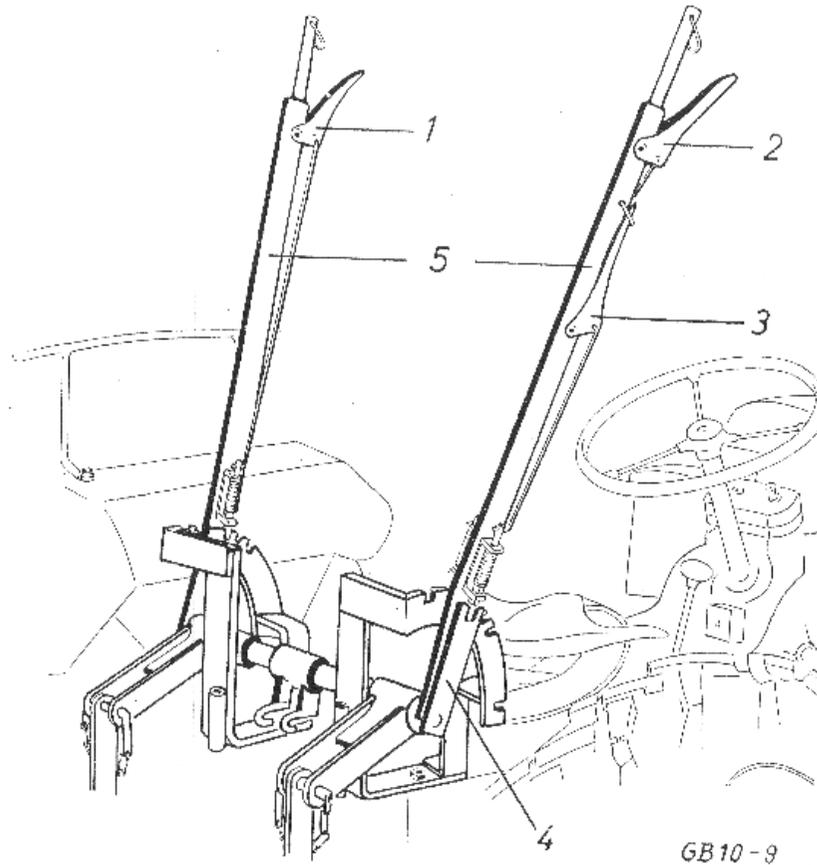

Abb. 5
E. Ausheben des Pfluges (s. Abb. 5)
Handhebel 3 wie gezeichnet angezogen und mit Drahring gesichert. Der Raststift von Handhebel 3 wird dadurch aus der Raste von Hebel 4 gehoben. In dieser Stellung können beide Aushebehebel 5 einzeln betätigt werden (Abb.5).
Die Vordergrindel müssen in diesem Fall natürlich gleichzeitig gehoben und gesenkt werden. Zu diesem Zweck wird der Handgriff 3 (s. Abb. 5) durch Zurückklappen des Drahringes freigegeben, sodaß der Raststift in den kurzen Hebel 4 einrasten kann. Das Ausheben der Egge oder des Federzinkenkultivators erfolgt nun durch Bedienung beider Aushebehebel links und rechts gleichzeitig, oder aber durch einen der beiden Hebel, wobei je nach Belieben der Handgriff 1 oder 2 durch den Drahring festgelegt wird.